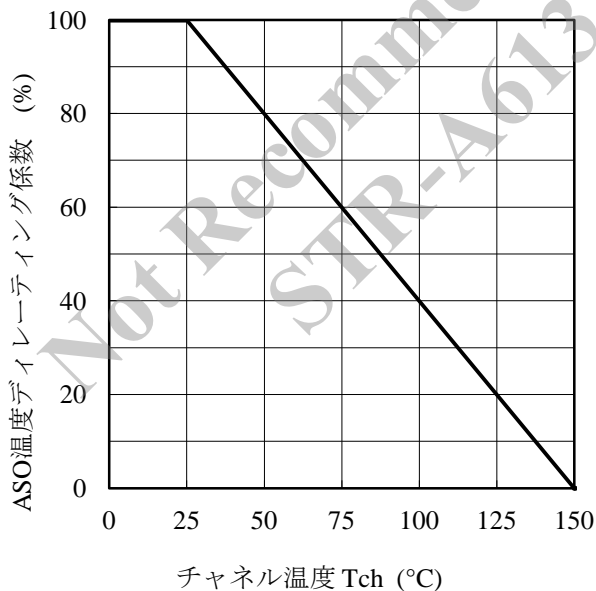

図 3-1 ASO 温度ディレーティング係数曲線
- ⁽¹⁾ 図 3-1 ASO 温度ディレーティング係数曲線参照
- IC を使用する際は、図 3-1 より温度ディレーティング係数を求め、ASO 曲線のディレーティングを行います